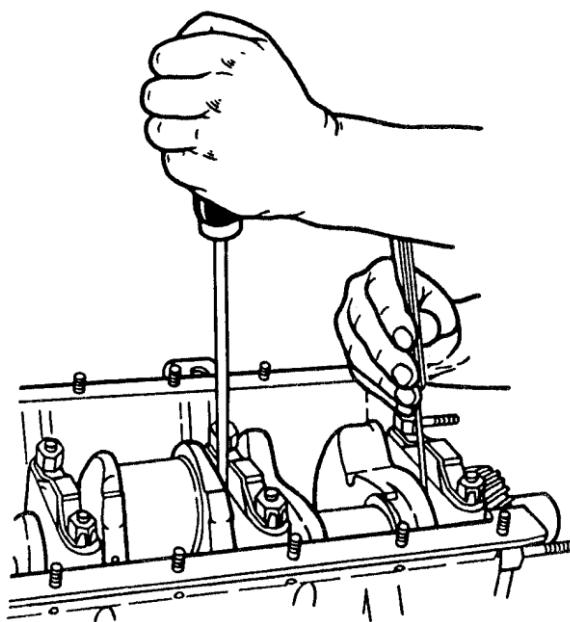

Рис.53. Проверка осевого зазора коленчатого вала
13. Проверить осевой зазор коленчатого вала. Для проверки необходимо отжать коленчатый вал к заднему концу двигателя и с помощью щупа определить зазор между торцом задней шайбы упорного подшипника и плоскостью бурта первой коренной шейки (рис.53). Зазор должен быть 0,075...0,275 мм. При увеличенном осевом зазоре для его восстановления установить упорные шайбы стандартной толщины или ремонтные упорные шайбы, увеличенной на 0,13 мм толщины. В случае значительного износа стальной упорной шайбы, установить новую упорную шайбу. В случае невозможности восстановления зазора заменить шайб, заменить коленчатый вал.